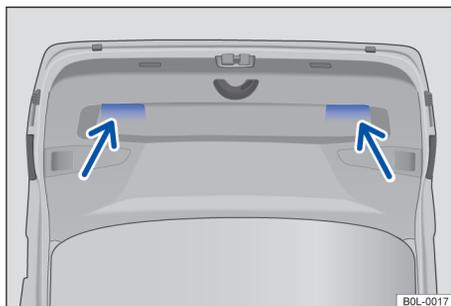

图 47 已打开的尾门：用于关闭尾门的嵌入式拉手
- 抓住尾门内饰板上的嵌入式拉手 → 图 47，稍用力下拉尾门，直至其卡入尾门锁 → ▲。